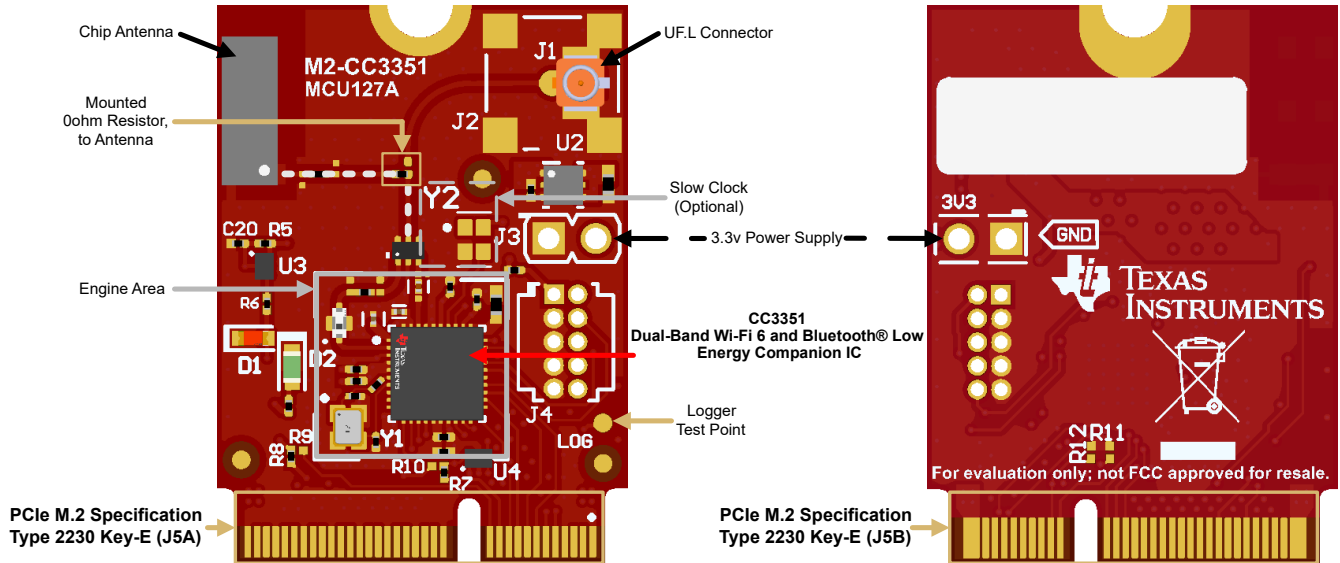
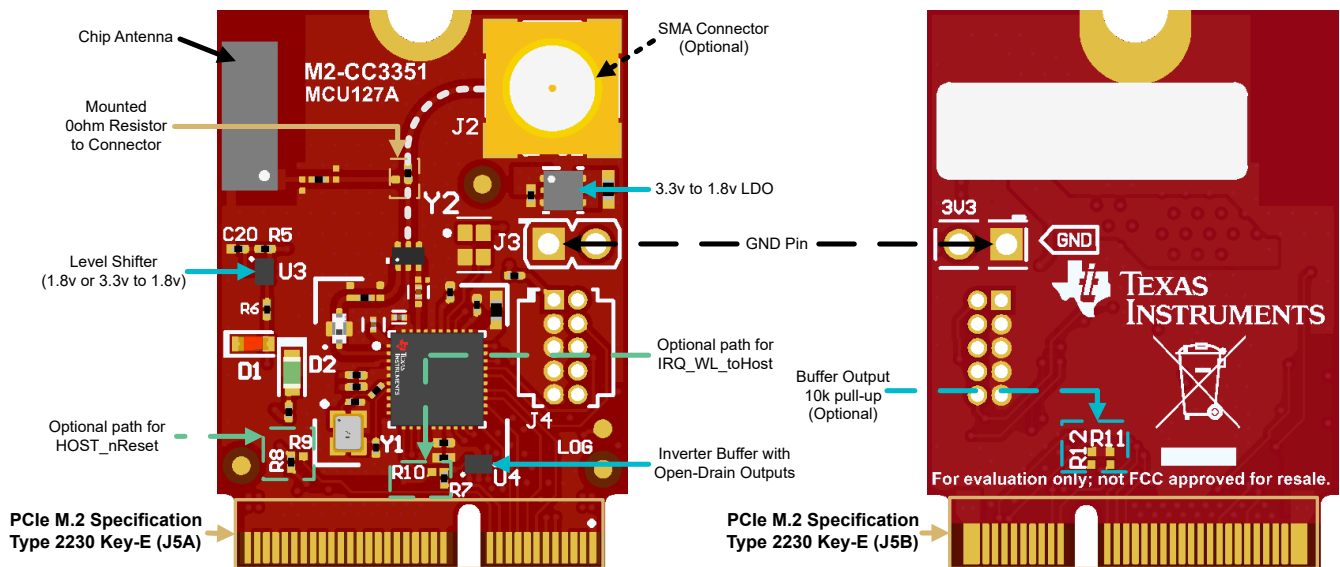

图 2-1. M2-CC3351 特性
图 2-2. M2-CC3351 的更多特性
- 安装的 0 欧姆电阻器可以交换到不同的位置以使用板载连接器 (J1/J2) 执行传导测试，默认配置允许使用板载芯片天线 ( 请参阅图 2-1 )。或者，还提供板载 SMA 连接器 (J2) 的空间来替代板载 U.F.L 连接器 (J1)，从而使用兼容的同轴电缆执行传导测试测量 ( 请参阅图 2-2 )。